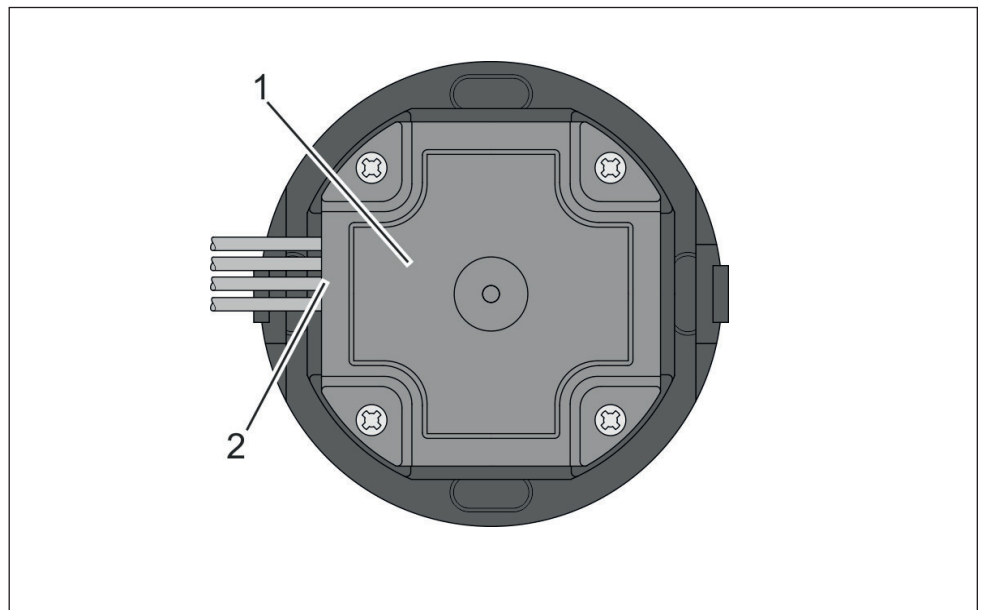

Fig. 11: Lato posteriore WT 210 con cavo
4. Avvitare la copertura sul lato posteriore del WT 210 (Fig. 11/1). Allo stesso tempo, scaricare i cavi lateralmente sulle guide dei cavi imbottite (Fig. 11/2).